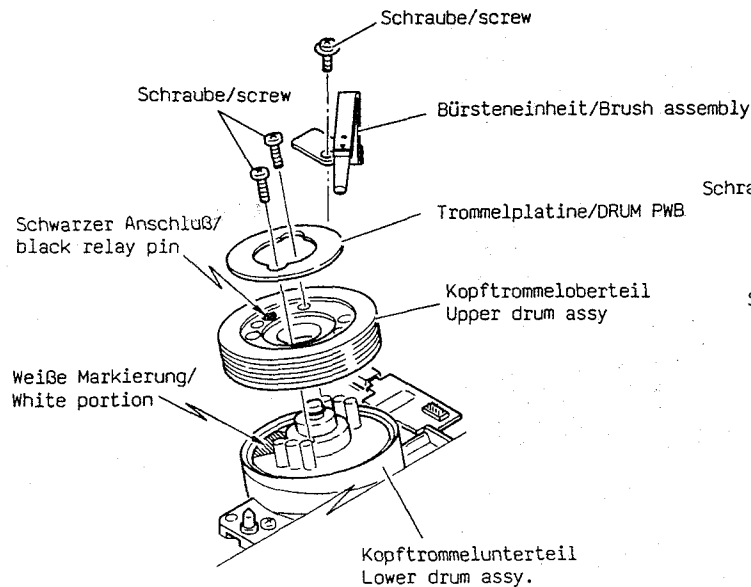

Fig. 1-2-1 Kopftrommeloberteil
- 1) Die neue Kopftrommel so aufsetzen, daß sich der schwarze Anschluß der Kopftrommel über der weißen Markierung des Kopftrommelunterteiles befindet. s. Fig. 1-2-1.
- 1) Install a new upper drum assembly so that the blackcolored relay pin of the upper drum assembly overlies the white painted portion of the lower drum assembly, as shown in Fig. 1-2-1.